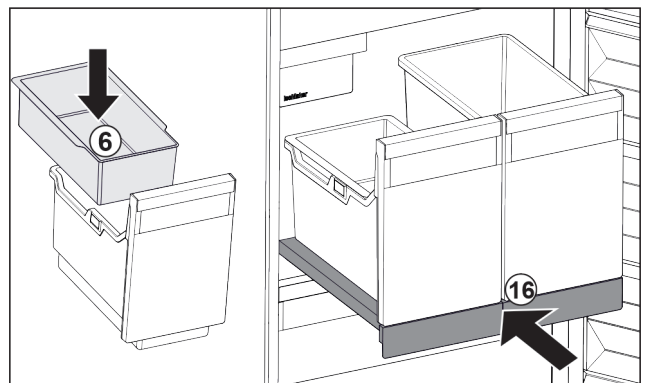

Fig. 111
- ▶ Einhängeschale Fig. 111 (6) für Eiswürfel einsetzen.
- ▶ Auszugsbord mit Behälter (IceTower) einschieben. Fig. 111 (16)